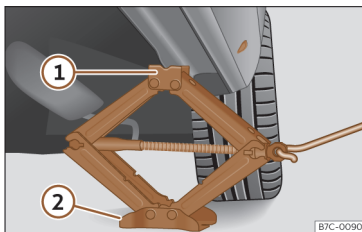

Fig. 235 Larguero: colocación del gato del vehículo.
• Gire la manivela del gato, situado bajo el punto de apoyo del larguero, para elevarlo hasta que la pestaña ① >>> fig. 235 quede situada bajo el alojamiento previsto.
• Alinee el gato de modo que la pestaña ① “agarre” en el alojamiento previsto del larguero y la placa base móvil ② quede apoyada en el suelo. La placa base ② debe caer en la vertical respecto al punto de apoyo ①.